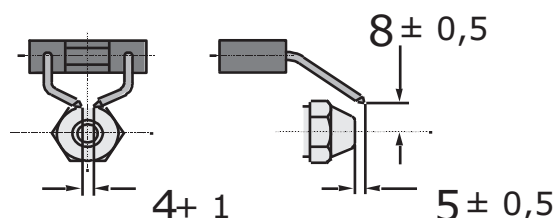

Abb. 506
- Abstand der Elektrodenspitzen zur Zerstäuberdüse prüfen (siehe Abb. 506).
- Abstand zwischen den Elektroden prüfen (siehe Abb. 506).